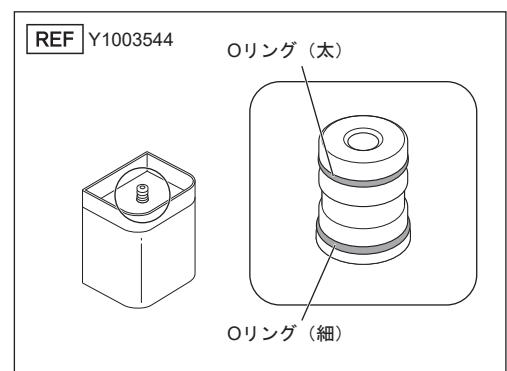

図49
- 1) 注水ボトルのジョイント部にあるボトル用Oリングを針などで取り外します（図49）。